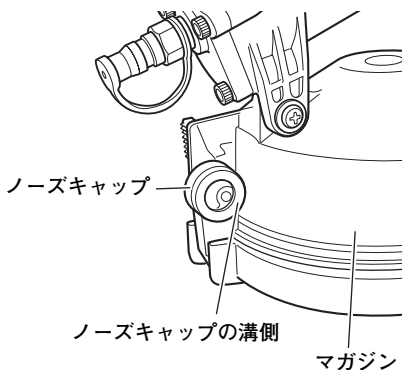

図 19
- 取りはずしたノーズキャップは、マガジン後方の保管場所にはめ込んでください。(図19)